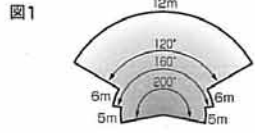
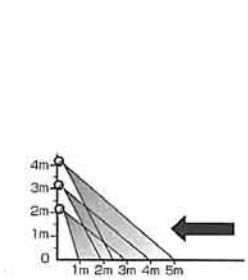

図1
図2
①(時間)タイマー点灯保持時間 [約5秒~約5分]
- 点灯時間の調節は、調節ツマミを図1のように右へ **短** (約5秒点灯) から少しづつ回し、その都度、点灯時間を確認し、調節してください。
②(点灯)明かりセンサー
- 点灯させる周りの明るさを調節は図2のようにツマミを **昼** から **夜** に、点灯を調節することができます。
③センサー探知距離、角度の調整
- *センサーに向かって左右に横切った場合は敏感に反応しますが、センサーに向かって直進した場合は、極端に探知が鈍くなります。図1、図2の条件に合う場所に取付けてください。